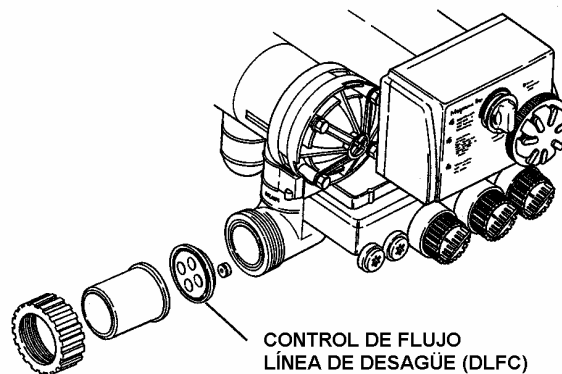

FIGURA 3.
2. Realizar el conexionado eléctrico correspondiente, conectar los racores proporcionaos en las conexiones de entrada, salida y desagüe. Instalar el DLFC tal y como se indica en la Figura 3.